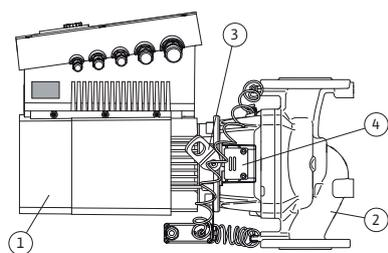

Fig. 10: Pompa completa
La caratteristica specifica della serie Stratos GIGA è rappresentata dal mantello di raffreddamento del motore. La corrente d'aria viene convogliata in modo ottimale attraverso la presa d'aria del ventilatore (fig. 10, pos. 1) per il raffreddamento del motore e del modulo elettronico.
(Fig. 10, pos. 2) mostra il corpo pompa con una guida apposita della lanterna per lo scarico della girante.
Gli occhioni di trasporto (fig. 10, pos. 3) devono essere utilizzati come indicato nel capitolo 3 "Trasporto e magazzinaggio" a pagina 71 e nel capitolo 10 "Manutenzione" a pagina 114.
La finestra coperta dalla lamiera di protezione (fig. 10, pos. 4) nella lanterna viene utilizzata per le operazioni di manutenzione come descritto nel capitolo 10 "Manutenzione" a pagina 114. La finestra può essere utilizzata anche per il controllo delle perdite seguendo le disposizioni di sicurezza del capitolo 9 "Messa in servizio" a pagina 110 e del capitolo 10 "Manutenzione" a pagina 114.